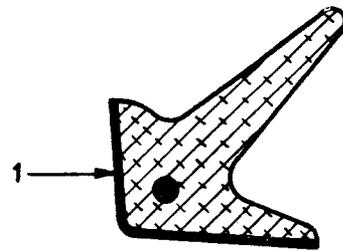
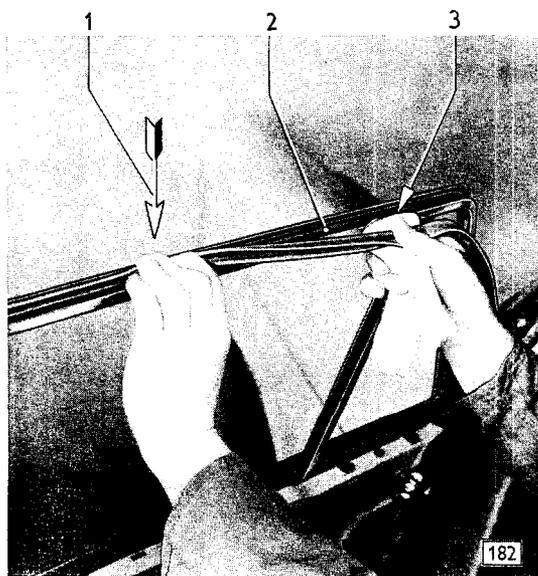
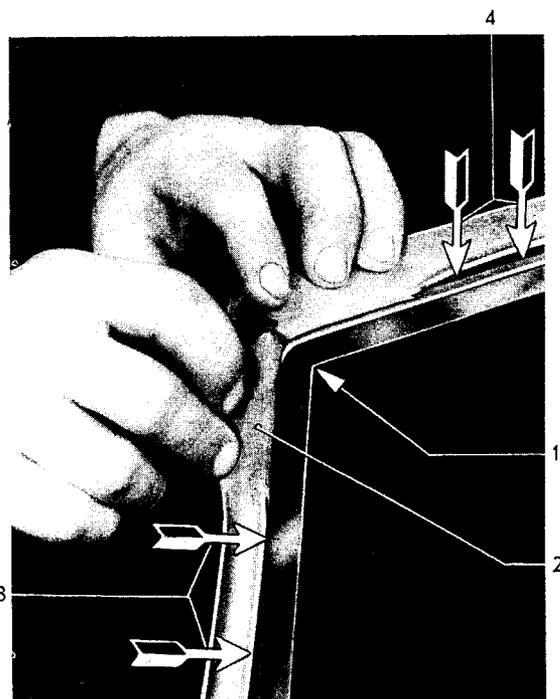

Bild 57 - Klebefläche der Türdichtung
Bild 62 - Gummikleber an Dichtung mit Waschbenzin anfeuchten
Bild 63 - Türdichtung unter den abgewinkelten Rand des Fensterrahmens drücken
11. Türdichtung, an einer oberen Türecke beginnend, auf die Tür auflegen und mit der Hand festhalten (62/1). Den auf die Dichtung aufgetragenen Gummikleber (vgl. Bild 57) mit einem mit Waschbenzin angefeuchteten Lappen jeweils auf einer Länge von ca. 50 cm anfeuchten. Anschließend Dichtung sofort auf diese Länge fest auf die Tür aufdrücken (Bild 62). Hierbei beachten, daß die Dichtung im Bereich des Fensterrahmens unter das abgewinkelte Profil des Fensterrahmens zu liegen kommt (Bild 63 und 64).
12. Türdichtung weiterhin jeweils auf einer Länge von etwa 50 cm anfeuchten (Bild 62) und fest auf die Türklebeflächen aufdrücken.